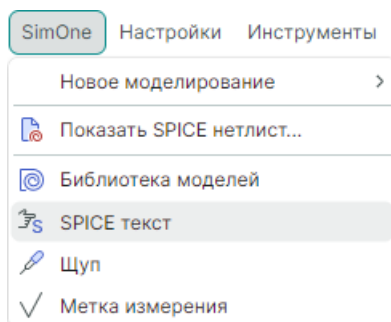

Рис. 53 Добавление объекта SPICE-текст
1. С помощью главного меню «SimOne» → «SPICE-текст», см. Рис. 53.